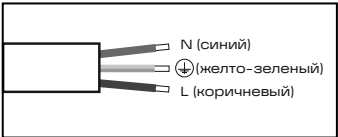

Рис. 6
- 5.11.5 Выполните электрическое подключение осветительного прибора согласно рис. 6 или 7 (для версии с DALI 2.0).
- 5.12.5 Выполните электрическое подключение осветительного прибора согласно рис. 6 или 7 (для версии с DALI 2.0).